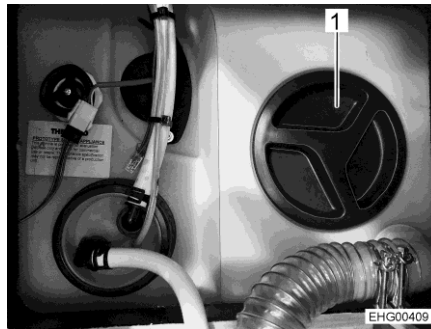

Bild 156 Vattentank, indus-anläggning
- Tag av vattentankens lock (Bild 156,1).